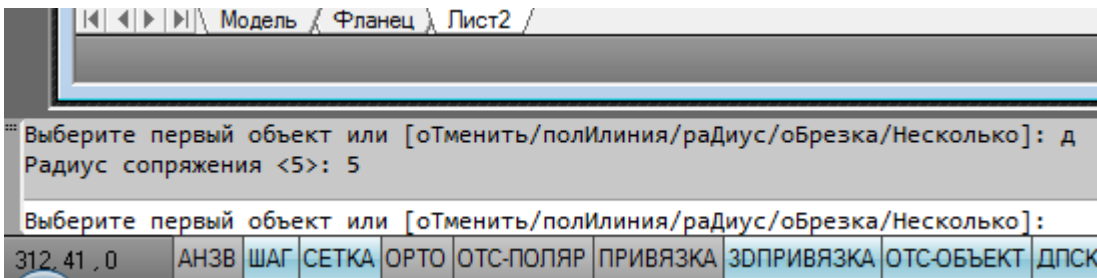

Рисунок 6.18
– Командная строка – запрос команды: *Выберите первый объект* (рис. 6.18).